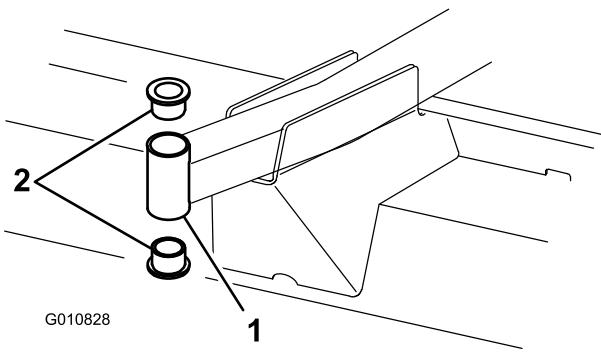

Bild 21
4. Stecken Sie einen Dorn oben oder unten in das Befestigungsrohr und treiben die Büchsen heraus (Bild 21). Treiben Sie dann die andere Büchse aus dem Rohr heraus.